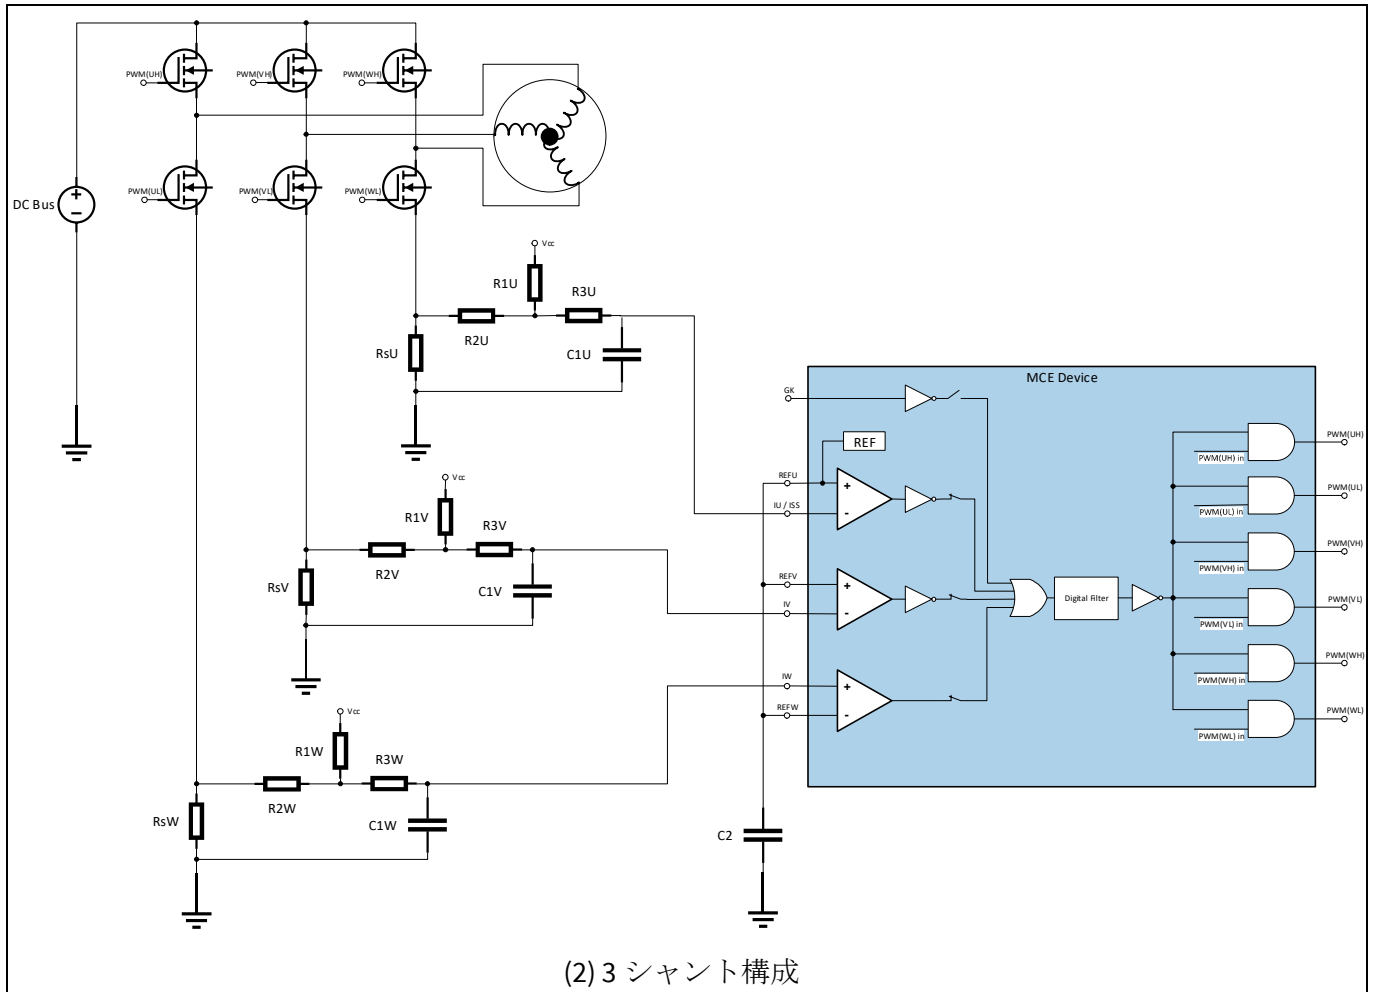

図 49 内部コンパレータを使った一般的なモータ OCP 実装
ユーザは、専用 GK ピンまたは内部コンパレータのいずれかの使用を選択して、過電流保護機能を設定できます。GK ピンを使用する場合、LOW のときにアクティブになるように設定されます。内部コンパレータを使用する場合、正確なトリップ電圧レベルは‘CompRef’モータパラメータをセットすることによって設定できます。内部コンパレータに対する電流トリップレベルは MCEWizard を使って設定できます。‘CompRef’パラメータが電流トリップレベル値を保持します。図 49 (1)に示した通り、1 シャント電流測定構成では、1 つの内部コンパレータのみが使用されています。3 シャント電流測定構成では、図 49 (2)に示すように、3 つの内部コンパレータを使って過電流状態を検出します。